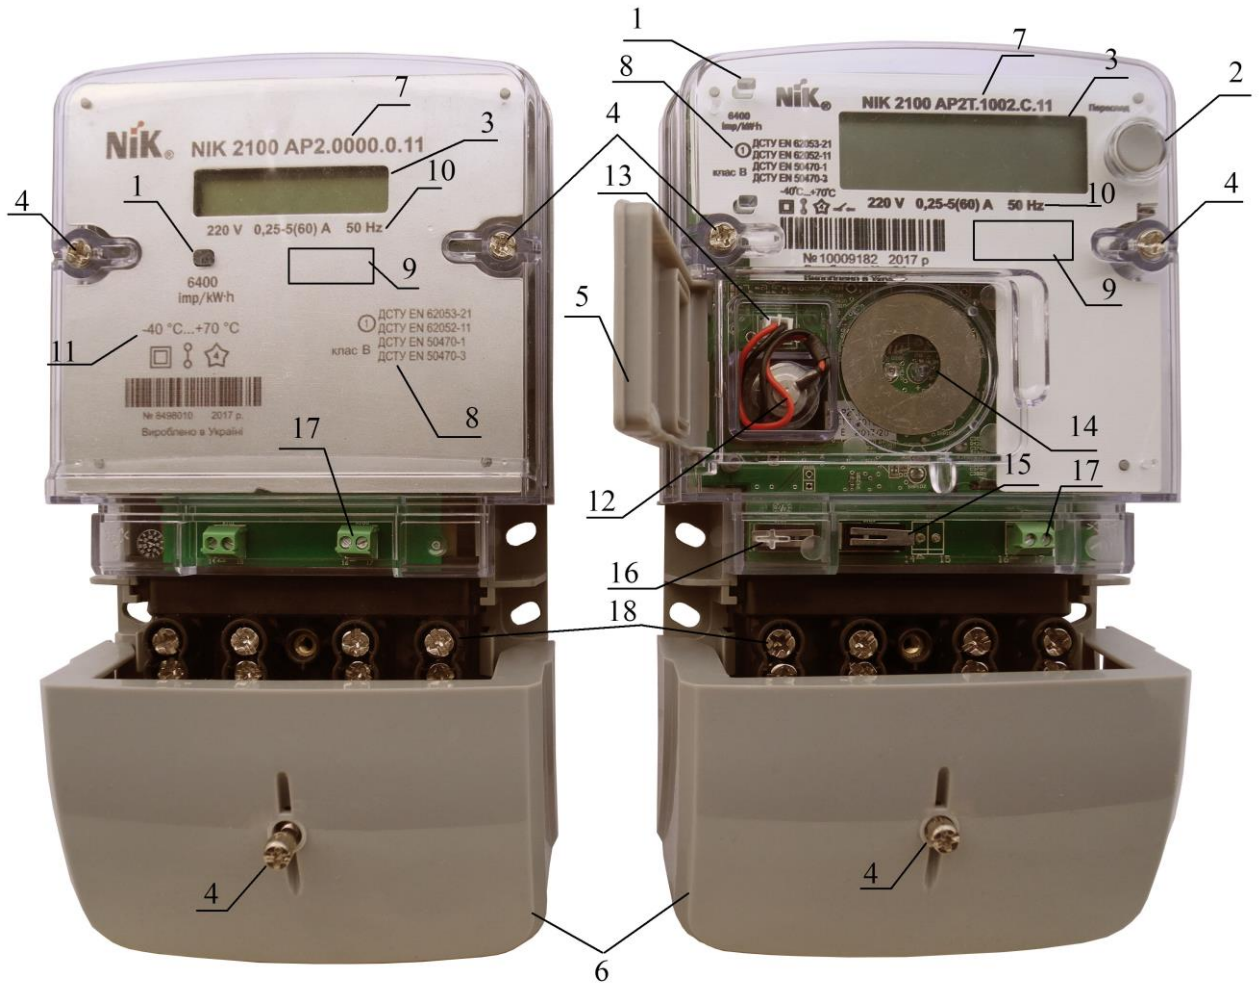

Рис. 1.4. Загальний вигляд лічильників
1.5.2 На лицьовій панелі лічильників розташована кнопка "Перегляд" (рисунок 1.4), призначена для перемикання меню на електронному дисплеї.